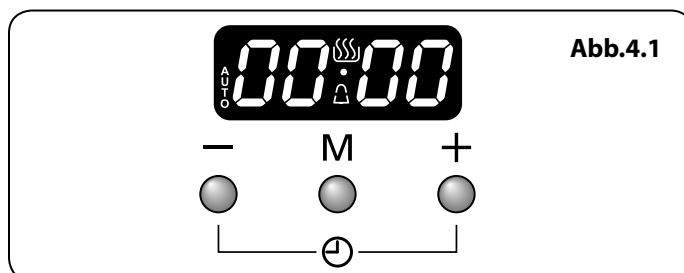

Abb.4.1
1. Die LCD-Uhr ist in (Abb.4.1). dargestellt. Sobald der Herd an den Strom angeschlossen und eingeschaltet ist, blinkt die Anzeige (00.00) und die Uhrzeit startet von (00.00).